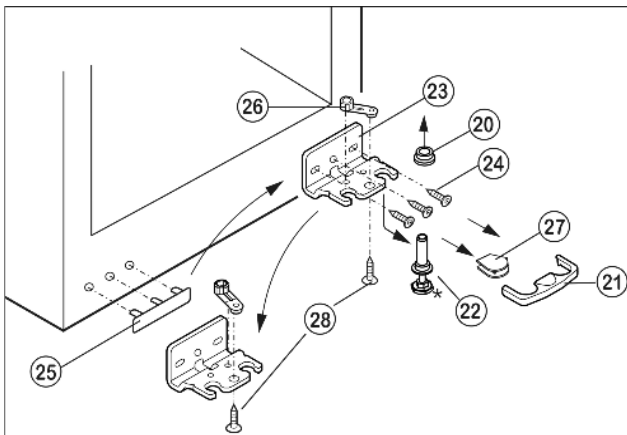

Fig. 5
- ▶ Предохранитель Fig. 5 (21) снимите движением вперед.
- ▶ Снимите крышку Fig. 5 (27).*
- ▶ Полностью поверните регулирующую опору Fig. 5 (22).
- ▶ Вытяните опорный палец Fig. 5 (22) вниз и вперед. При этом следите за гнездом шарнира Fig. 5 (20).
- ▶ Открутите опорный кронштейн Fig. 5 (23) (3 шт. Torx 25) Fig. 5 (24).
- ▶ Открутите опорную деталь Fig. 5 (26) (1 Torx 25) Fig. 5 (28) и, переставив в отверстие на противоположной стороне опорного кронштейна, снова прикрутите.
- ▶ Осторожно приподнимите и переставьте крышку Fig. 5 (25) со стороны ручки.
- ▶ Снова прикрутите опорный кронштейн Fig. 5 (23) на новой стороне шарнира (с моментом 4 Нм). При необходимости используйте аккумуляторный шуруповерт.
- ▶ Установите крышку Fig. 5 (27) на противоположной стороне.*
- ▶ Предохранитель (21) нужно зафиксировать сбоку на кронштейне, чтобы опорный палец и двери были защищены от выпадения.
- ▶ Снова защелкните предохранитель (21) на опорном кронштейне.
- ▶ Наденьте гнездо шарнира Fig. 5 (20).
- ▶ Установите дверцу сверху на нижний опорный палец Fig. 5 (22).
- ▶ При необходимости выровняйте дверцы через два продольных паза в нижнем опорном кронштейне *Fig. 5 (23)* параллельно корпусу устройства. Для этого выкрутите средний винт.